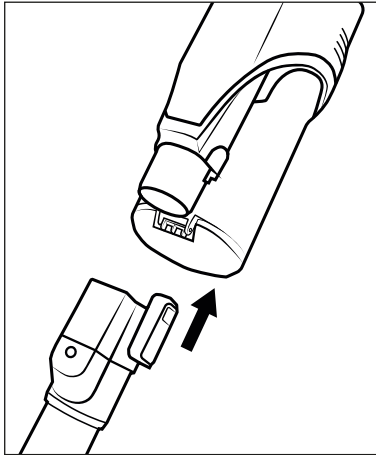

Fig. 1
- 1) Infilare il tubo di aspirazione **24** nell'apparecchio fino a quando non si innesta in posizione con un clic (vedere fig. 1).